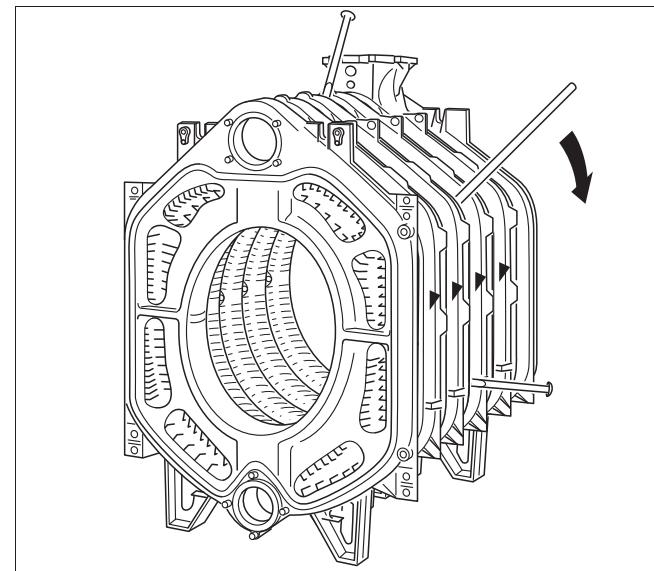

Рис. 25 Разъединение секций котла
- Вставить (забить) клинья или зубило в предусмотренные для этого места, вверху и внизу между секциями и разобрать котловой блок в месте утечки (→ рис. 25).